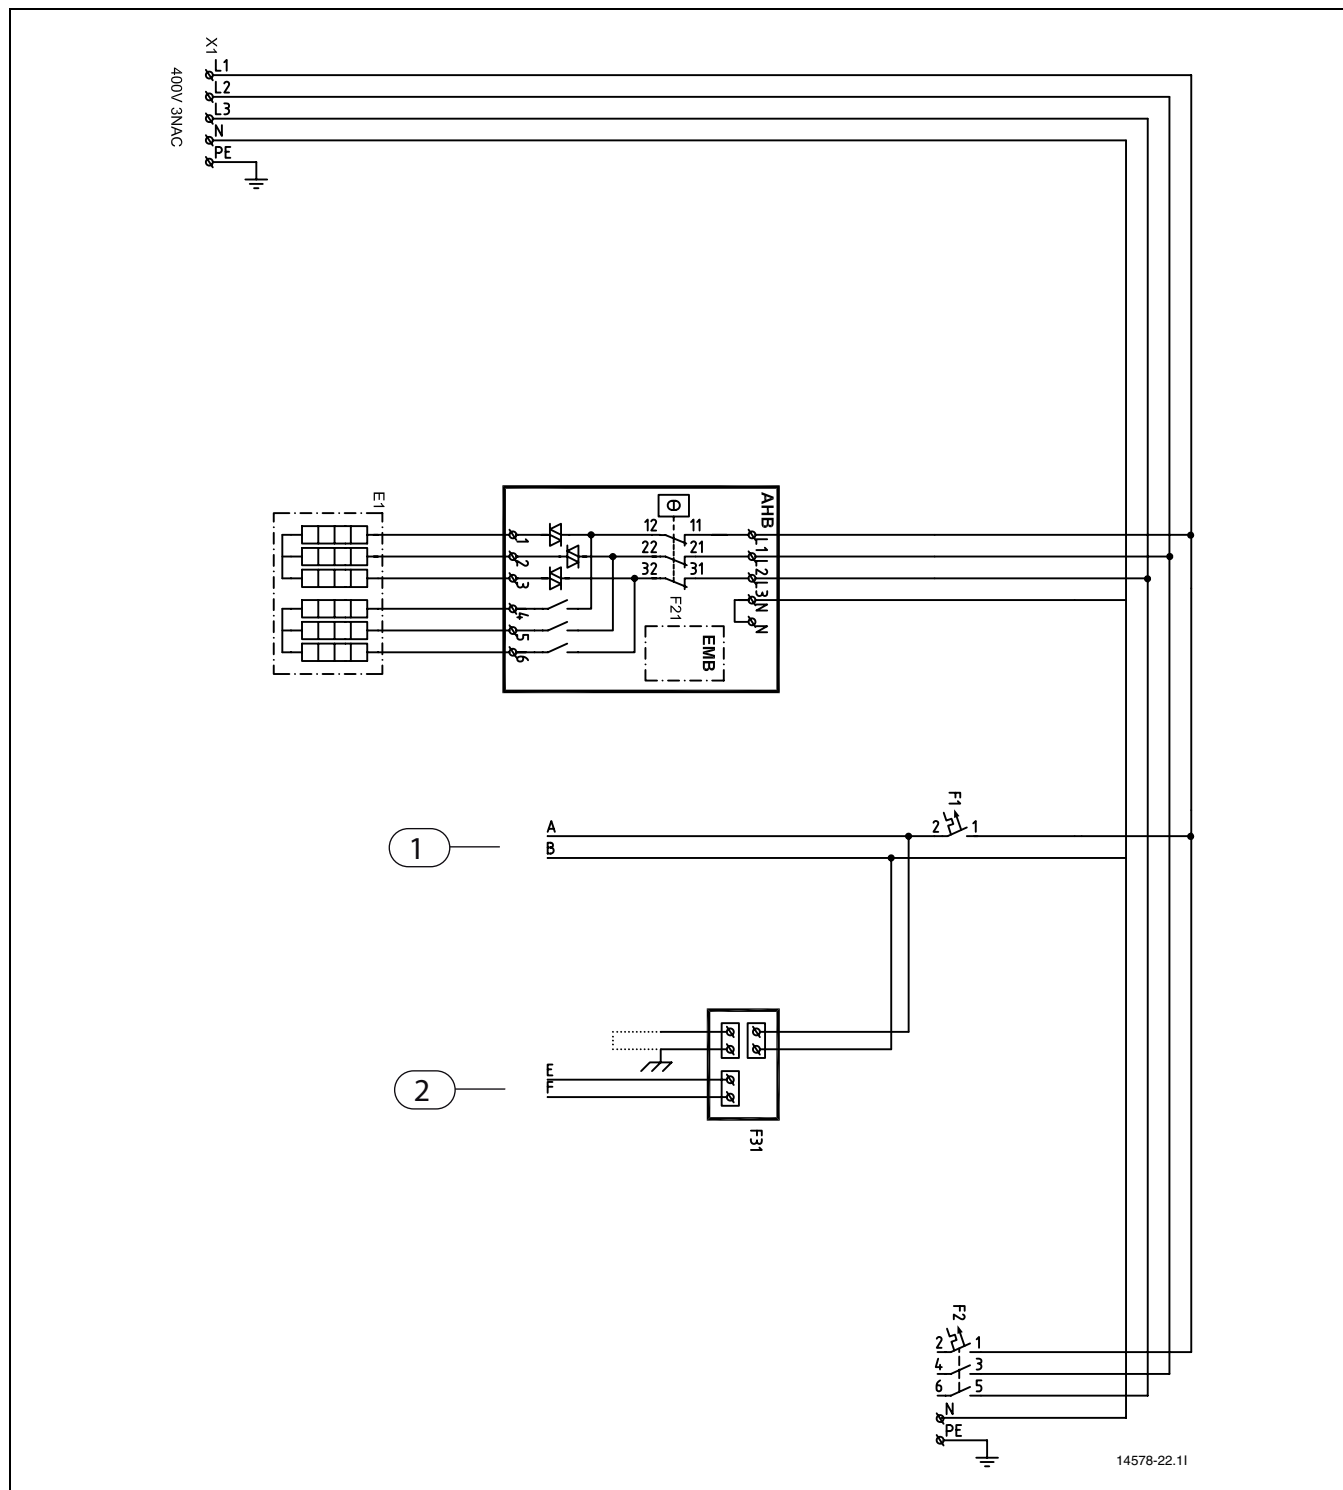

Bild 36 Elschema kombimodul
- 1** A, B (→ Bild 36)
- 1** F31 E, F (→ Bild 36)